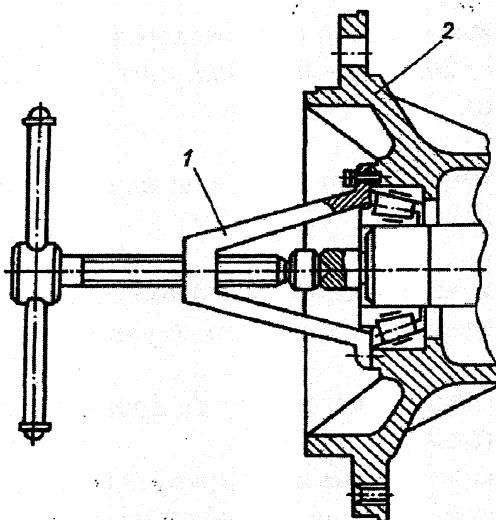

Рис.48. Снятие ступицы с тормозным барабаном:
- 11.Спрессовать с помощью съемника 1 (рис.48) ступицу в сборе с тормозным барабаном. Отвернуть болты крепления крышки 38 (см. рис.47), снять крышку в сборе с манжетой, вынуть из ступицы внутренние обоймы подшипников 15. Выпрессовать из крышки 38 манжету.